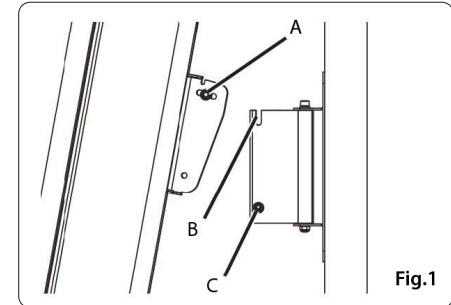

Fig.1
- 図 1 に示すように、ボルト「C」を取り外してブラケットの 2 つの部分を分離し、ブラケットを準備します。